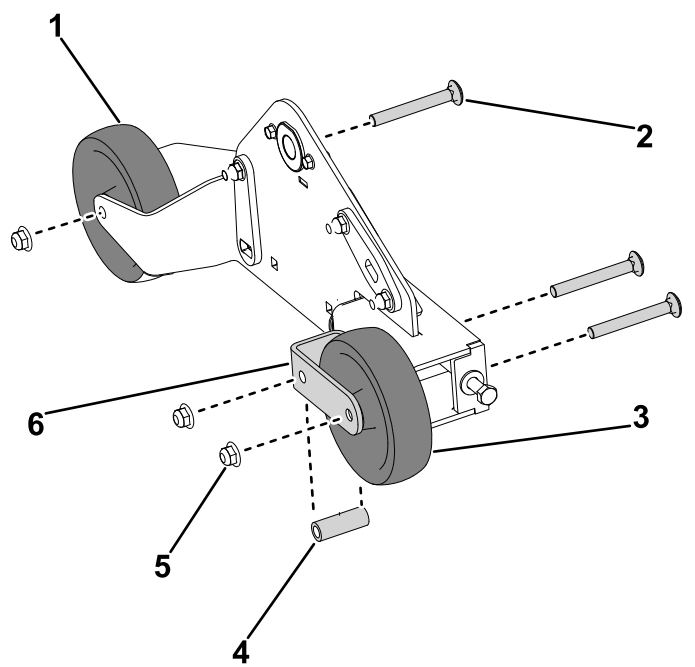

Figura 30
6. Instale a culatra do bogie retida no suporte da lagarta e prenda-a sem apertar com o parafuso de carroçaria ($\frac{3}{8} \times 3$ pol.) e porca de bloqueio ($\frac{3}{8}$ pol.) (Figura 30).
7. Instale a roda do bogie direita retida na culatra do bogie e no suporte da lagarta e prenda-a sem apertar com o parafuso de carroçaria ($\frac{3}{8} \times 3$ pol.), casquilho tensor e porca de bloqueio ($\frac{3}{8}$ pol.) (Figura 30).
8. Instale a roda do bogie esquerda no suporte da lagarta e prenda-a com o parafuso de carroçaria ($\frac{3}{8} \times 3$ pol.), casquilho tensor e porca de bloqueio ($\frac{3}{8}$ pol.) (Figura 30).